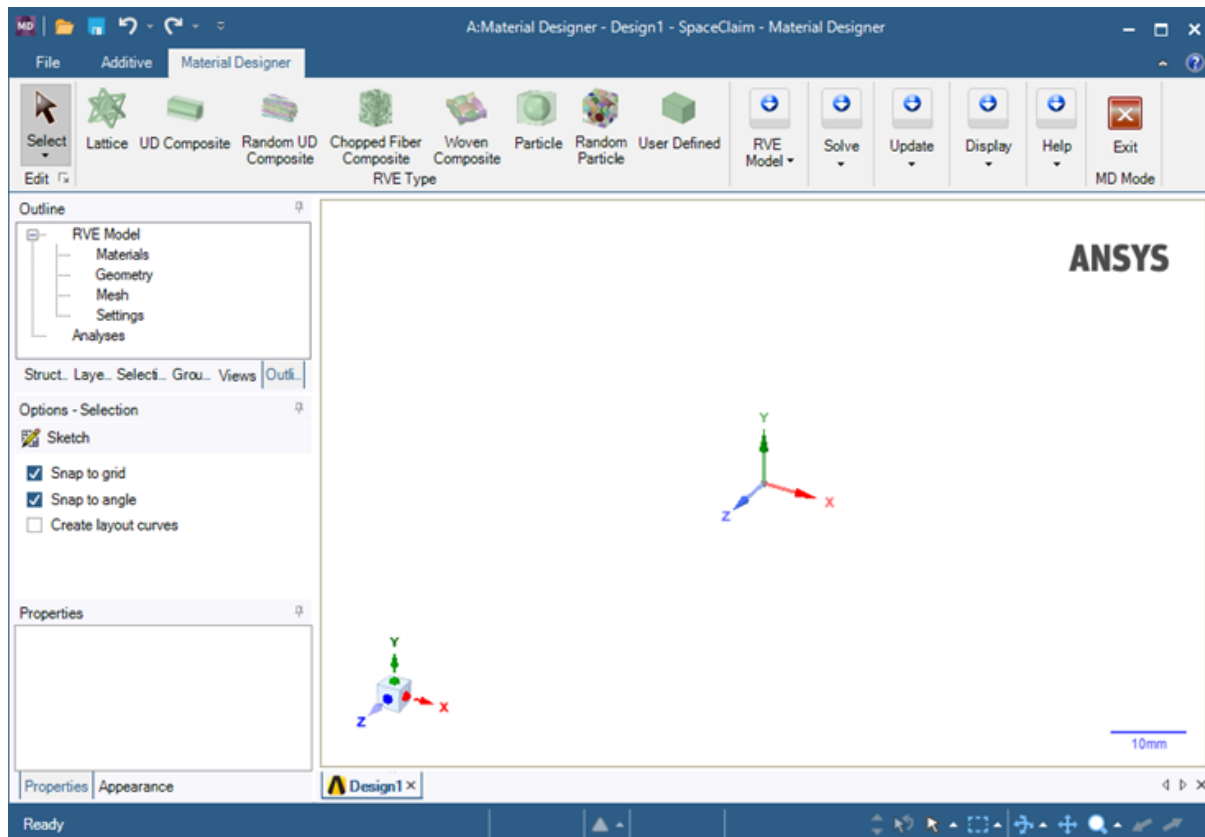

Рис. 6. Окно Material Designer
3. В первом модуле дважды нажимаем ЛКМ на *Material Designer*, после чего откроется окно, представленное на рис. 6.